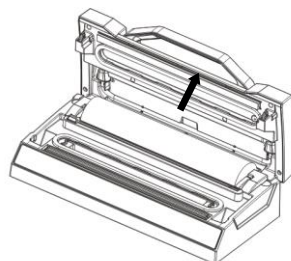

Fig.1
1. Ouvrez le couvercle supérieur . **Fig.1**